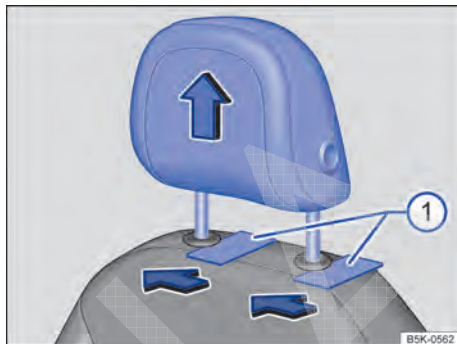

Fig. 91 Desinstalar o apoio para cabeça dianteiro.
- Para desbloquear, empurrar um objeto chato, por exemplo, cartão de plástico, entre o revestimento do encosto do banco e as capas de cobertura das barras guia do apoio para cabeça → Fig. 91 ①, enquanto uma segunda pessoa puxa totalmente para baixo apoio para cabeça.